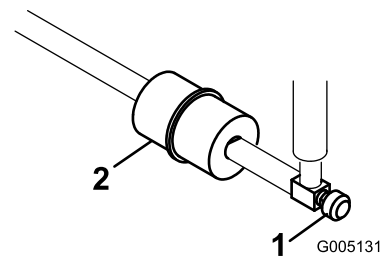

Figure 39
Le filtre à carburant en ligne se trouve dans la conduite d'alimentation, entre le réservoir de carburant et le carburateur (Figure 39).
1. Fermez le robinet d'arrivée de carburant (Figure 39).
2. Placez un bac de vidange sous le filtre, desserrez le collier sur le côté carburateur du filtre, et débranchez la conduite de carburant du filtre (Figure 39).
3. Desserrez l'autre collier et déposez le filtre (Figure 39).